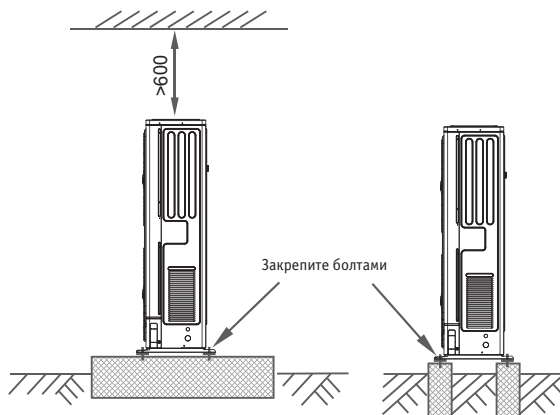

Рис. 4-5
- Подготовьте бетонное основание в соответствии с характеристиками наружного блока (см. рис. 4-5).
- Надежно закрепите болтами опоры блока, чтобы предотвратить его падение в случае землетрясения или сильного ветра (см. рис. 4-5).